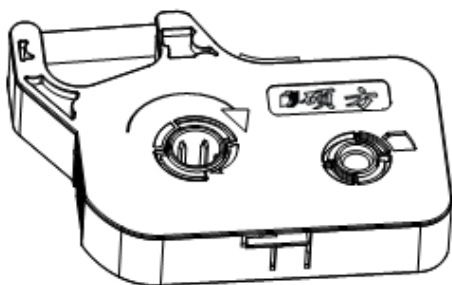

Рис. 1. Натяните риббон.
- (1) См. рис. 1. Подтяните риббон, вращая левую (приёмную) втулку кассеты по направлению стрелки на корпусе кассеты.
- (2) Убедитесь, что печатающая головка находится в нерабочем положении.